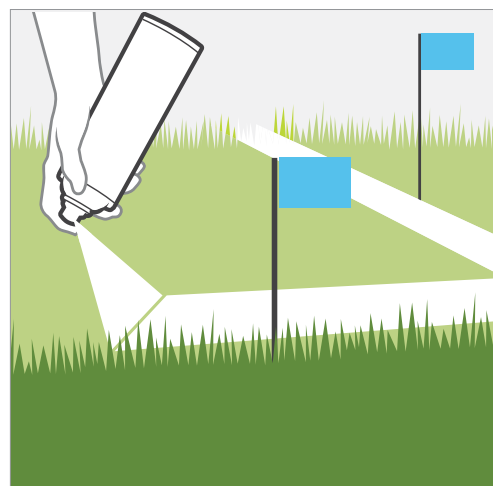

Figure 1
1. À l'aide d'une bombe de peinture et de petits drapeaux, indiquez l'emplacement des canalisations entre le point de raccordement et les collecteurs d'électrovannes. Tracez la disposition du système d'arrosage. *Voir Figure 1.*